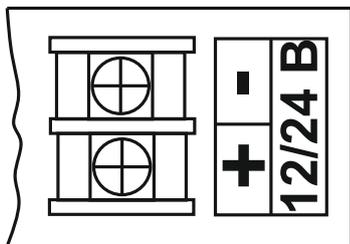
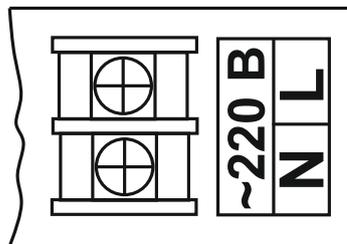

Рисунок 1.
Рисунок 2.
- 6.5 Вытащить плату из корпуса, подсоединить кабель к клеммной колодке в соответствии с маркировкой, расположенной на плате (**УА-2-12/24** - рисунок 1) и (**УА-2-220** и **УА-2-220-А** - рисунок 2).